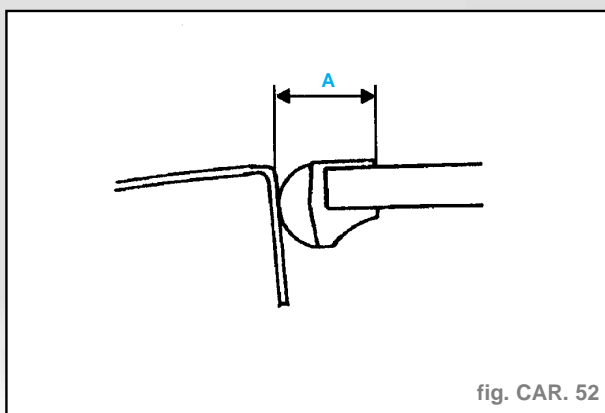

fig. CAR. 52
- Ces relevés doivent se faire entre la carre de pavillon et la partie supérieure du surmoulage en (A) (fig. CAR. 52) :